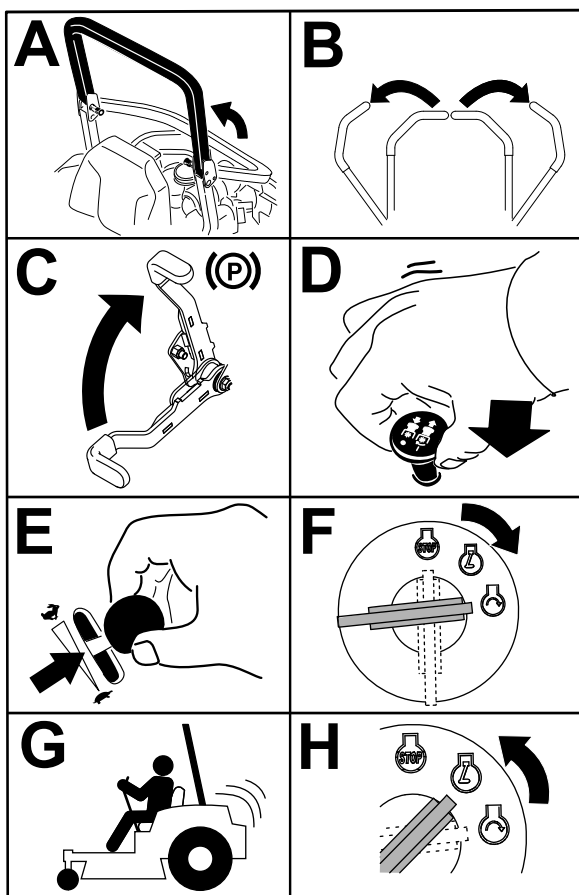

Figure 19
4. Placez la commande des lames (PDF) en position DÉSENGAGÉE(Figure 19).